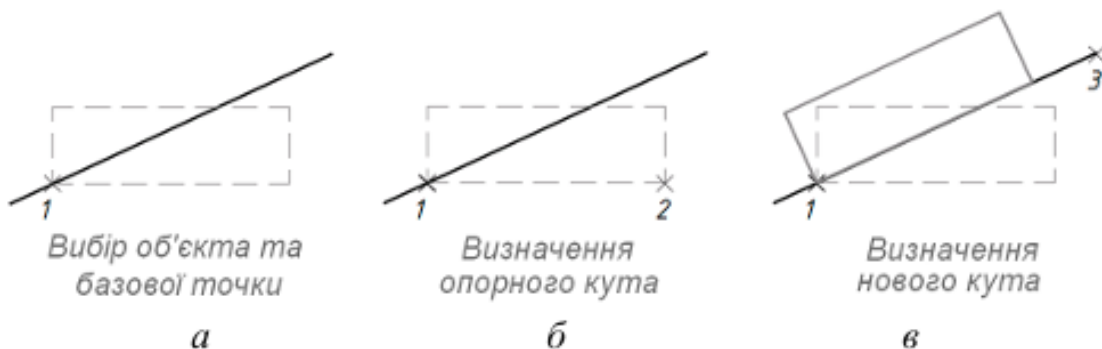

Рисунок 4.2. Поворот об'єкта з визначенням опорного кута
4. Накресліть прямокутник. Поверніть його навколо лівого нижнього кута на кут 35 градусів (рис.4.2.)